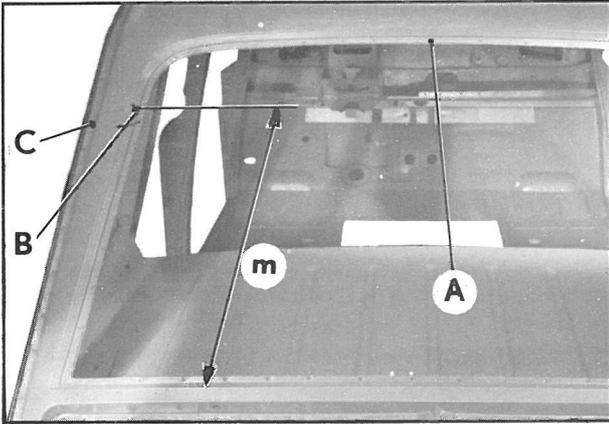

Fig. 1
- en FG* (fig. 1)
- en HI* (fig. 1)
- en IJ* (fig. 1)
en BC (fig. 1) (tel que $m = 450$ mm)